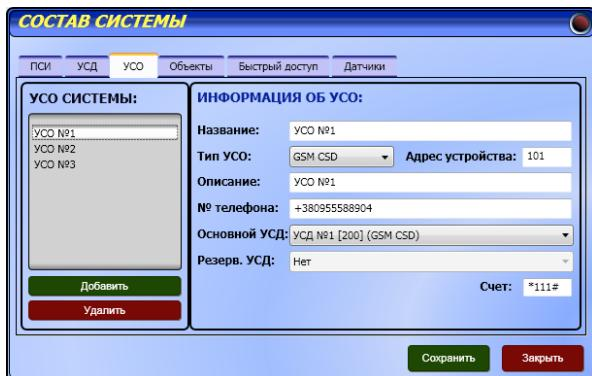

рис. 67
2.1.3 УСО (Устройство Связи Объекта (рис.67))